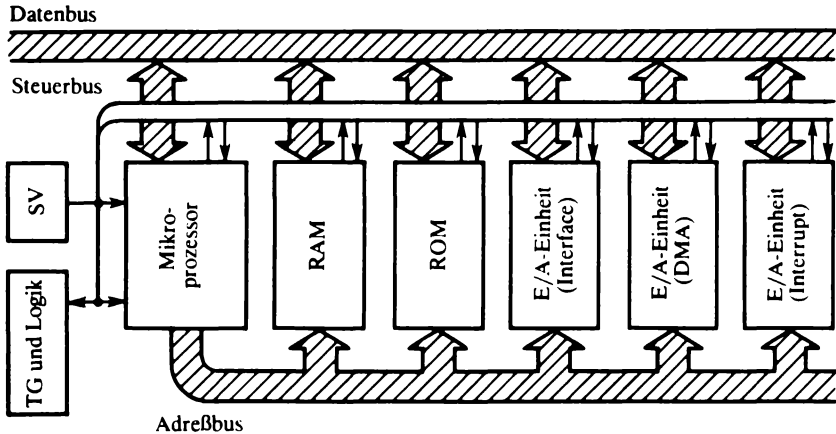

Abb. 18. Grundkonfiguration eines Mikroprozessorsystems
2. Die Grundkonfiguration eines MPS besteht aus Mikroprozessor, Speichereinheiten, E/A-Einheiten, Bussystem. Um dem Leser zunächst einen Überblick über die Schaltkreise (Hardware) zu vermitteln, die zur Realisierung dieser Konfiguration eingesetzt werden können, und deren Funktion kurz zu charakterisieren, wird ein etwas genaueres Schema eines MPS angegeben (Abb. 18).
5. Опишите структуру микропроцессорной системы, используя рис. 18.
4. Найдите на рис. 18 устройства ввода/вывода. Назовите функции каждого из них.
6. Назовите виды шин в микропроцессорной системе (см. рис. 18). Охарактеризуйте каждую из этих шин.